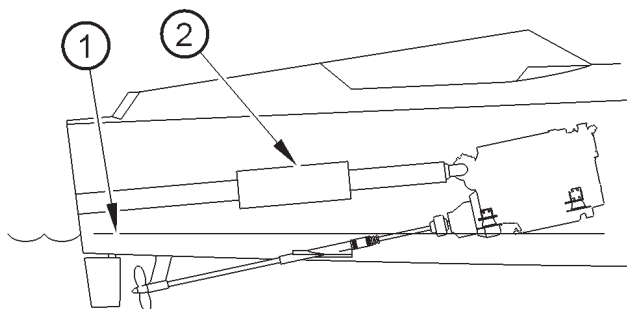

Abbildung 7
Abbildung 7 zeigt einen Motor, der deutlich über der Wasserlinie (1) liegt, mit einem Gefälle gegenüber der Achterseite des Boots, das steiler ist als 5° . Das Wasser läuft so von selbst den Auspuff hinab zum Heck. Zur Lärmverminderung sollte ein gerader Leitungsdämpfer (2) verwendet werden.